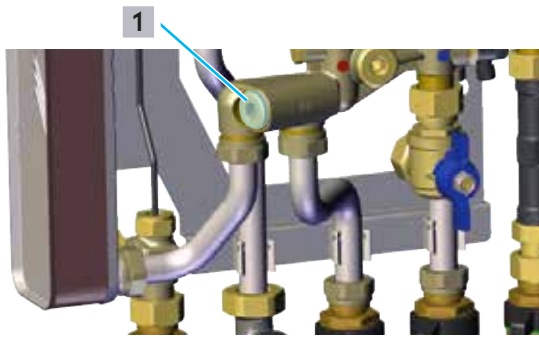

Abb. 25: Filtereinsatz reinigen
- 4 Schrauben Sie den Stopfen (siehe Abb. 25 auf Seite 32 (1)) des Filtereinsatzs aus dem Gehäuse im Heizungs-Vorlauf.